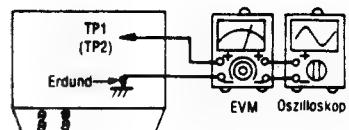

Abb. 6
- Der Testaufbau ist in Abb. 6 gezeigt.